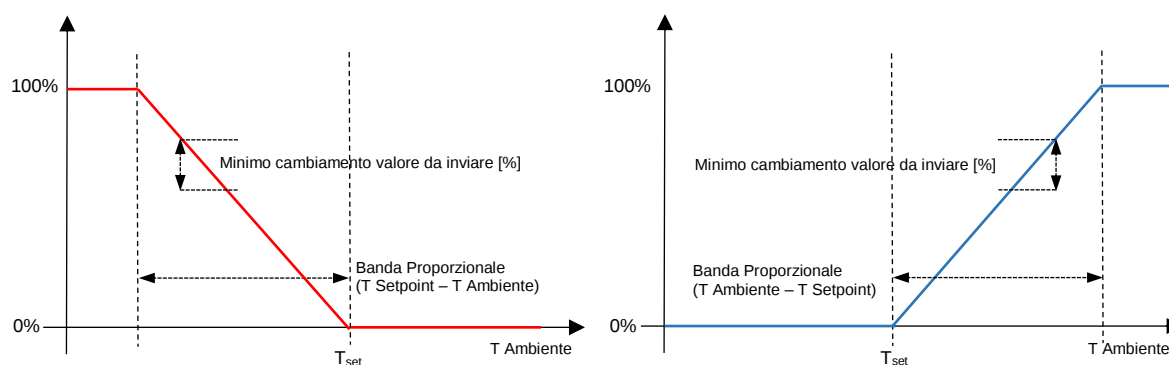

Figura 18 – Fan-coil con controllo continuo della velocità ventilatore
L'oggetto di comunicazione *Velocità continua ventilatore* (62), con dimensione di 1 byte, varia in maniera continua secondo la caratteristica illustrata in Figura 18. Consultare il paragrafo precedente per valutare le differenze con la gestione ventilatore a 1-2-3 velocità, in cui lo stesso oggetto di comunicazione assume invece dei valori discreti.